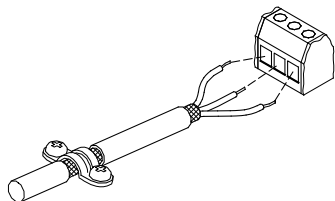

図 10 シールド付きケーブルの被覆を除去した例
- ケーブル両端でシールドをフレームに接続してください。シールドは、接続する端子にできるだけ近づけてください。図 10 を参照ください。